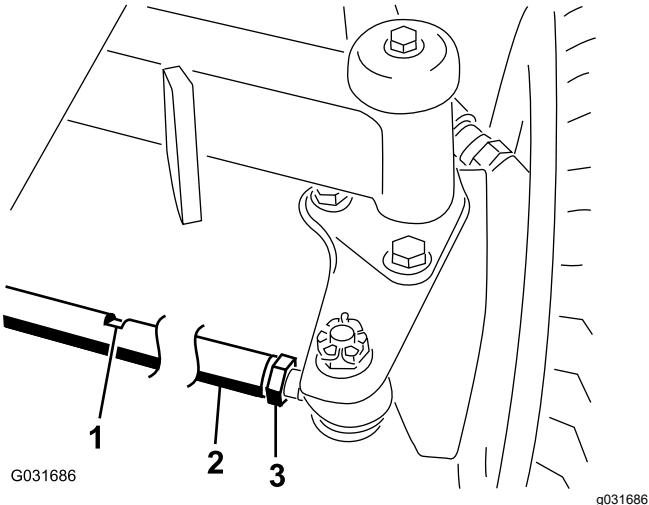

Figura 92
2. Afloje las contratuerca de ambos extremos del tirante (Figura 92).